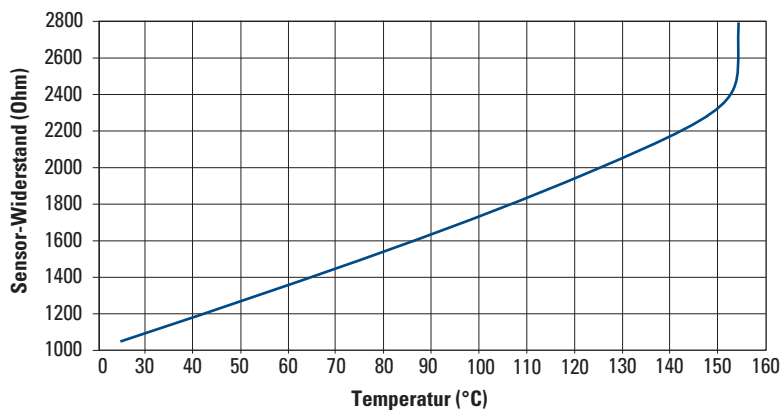

Figure 2-1: AKMH Thermosensor-Grafik
- Der Sensor ist definiert durch Figure 2-1.